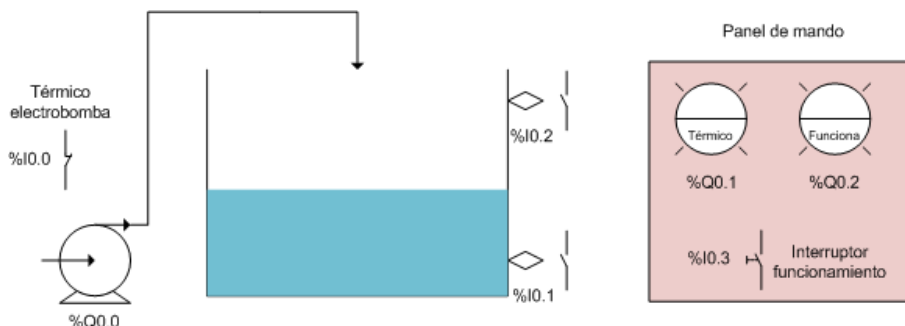

Figura 8: Depósito que se pretende controlar
La figura 8 muestra un depósito llenado por una electrobomba que pretende ser controlada mediante el uso de dos sensores de nivel (NA). El estado de disponibilidad o no de servicio lo proporciona un selector de dos posiciones: Marcha-Paro. La electrobomba se pondrá en marcha cuando el nivel descienda por debajo del mínimo y se apagará cuando: bien se alcance el máximo, bien salte el térmico (NC), o bien sea desconectada mediante el selector. Si la electrobomba está en servicio deberá lucir una lámpara indicadora. Si salta el térmico se encenderá una lámpara de aviso.